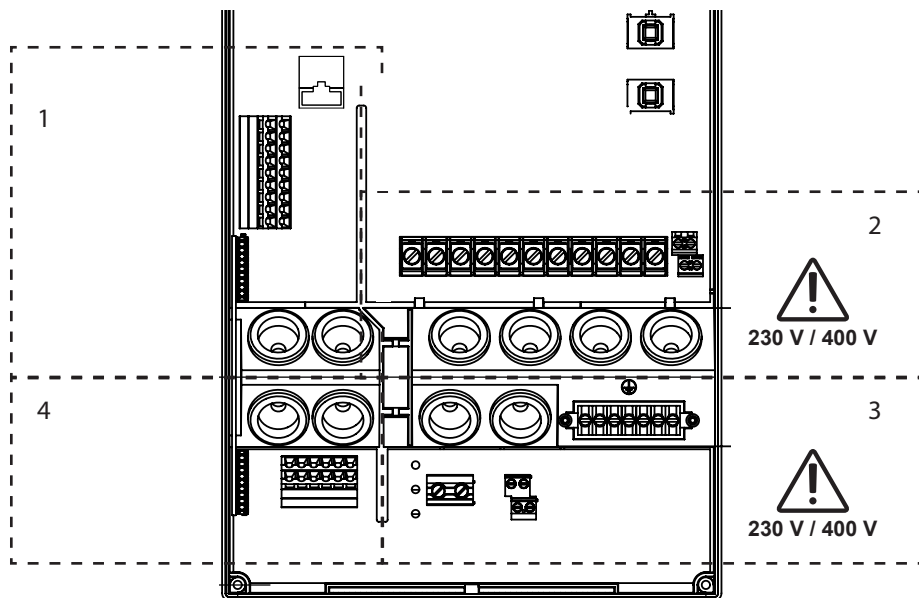

Afb.3 Bandkabel losmaken
3. Trek voorzichtig aan de bandkabel **E** om deze uit de aansluitbus los te maken (**Afb.3**).